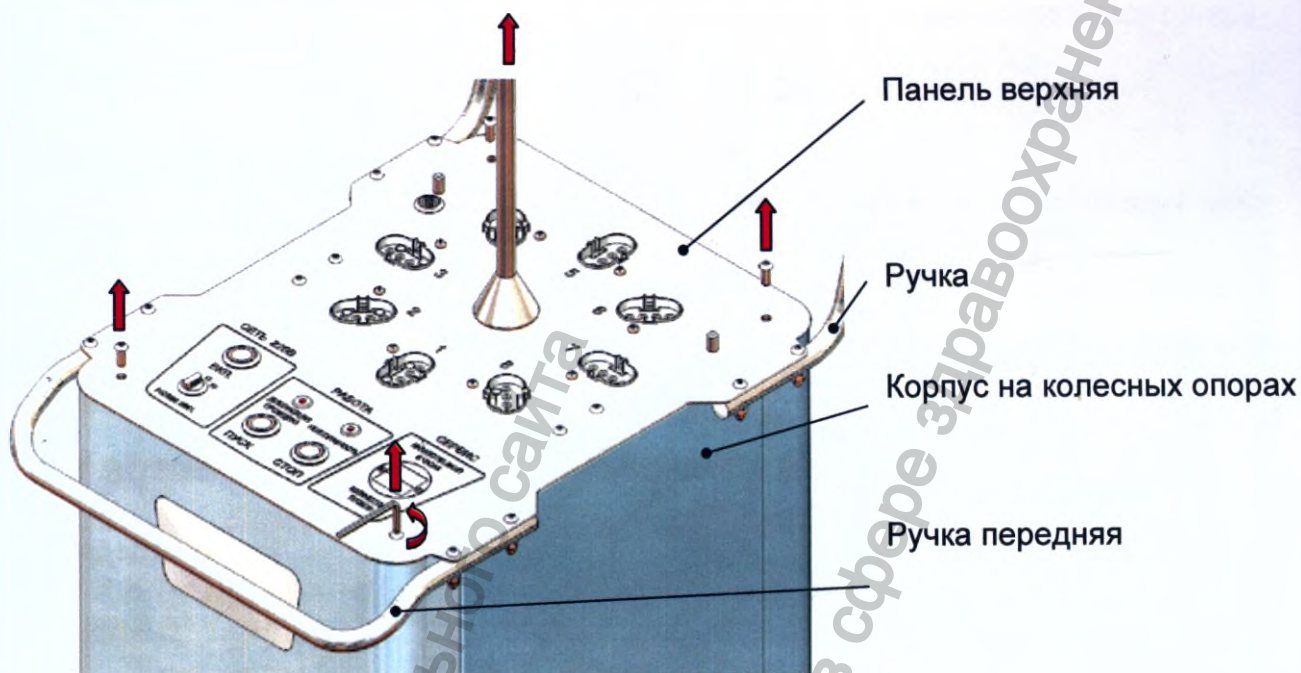

Рис. 26. Отсоединение панели верхней от корпуса
- Открутить четыре болта, соединяющие верхнюю панель с корпусом установки: два крайних болта в передней части панели и два крайних болта с противоположной стороны (рис. 26), шестигранным ключом S4 или отверткой.
- Держась за ручки, снять верхнюю панель с закрепленной на ней электрической частью в направлении вертикально вверх рис.26.